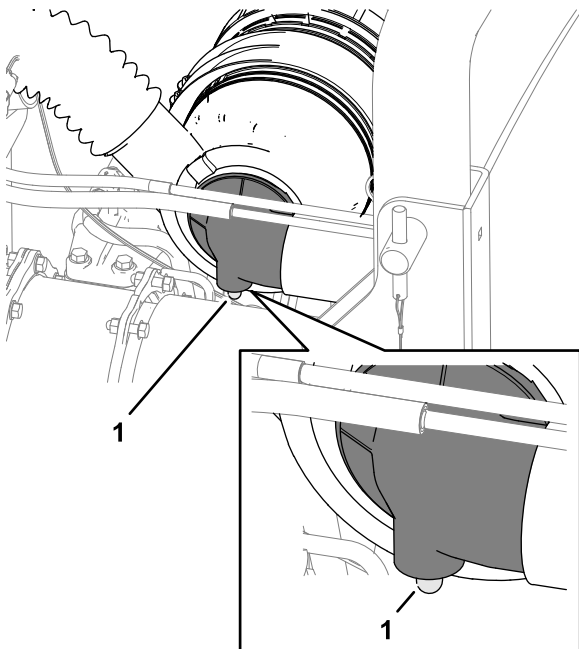

Figura 49
2. Verifique o indicador de bloqueio do filtro do ar (Figura 49).
**Nota:** Faça a manutenção do filtro de ar principal quando o indicador de bloqueio do filtro (Figura 49) estiver vermelho. Mudar o filtro de ar frequentemente aumenta a possibilidade de entrar sujeira no motor quando se retira o filtro.